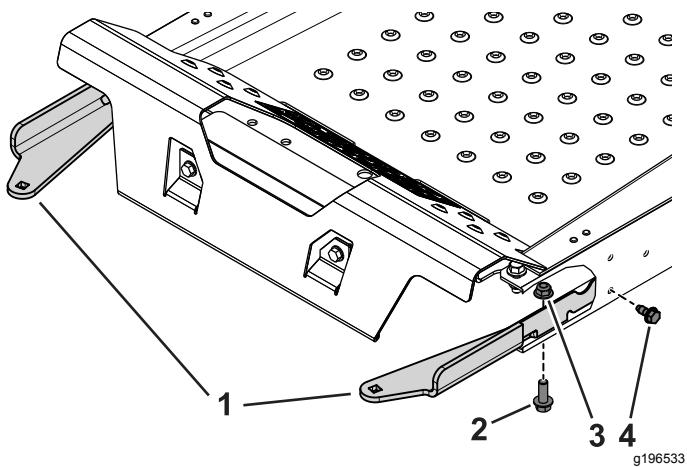

Figura 3
2. Utilice los 2 pernos autorroscantes (5/16" x 3/4"), 2 pernos (3/8 x 1 1/4") y tuercas con arandela prensada (3/8") para sujetar los soportes izquierdo y derecho de la bandeja de pesos a la máquina (Figura 3).